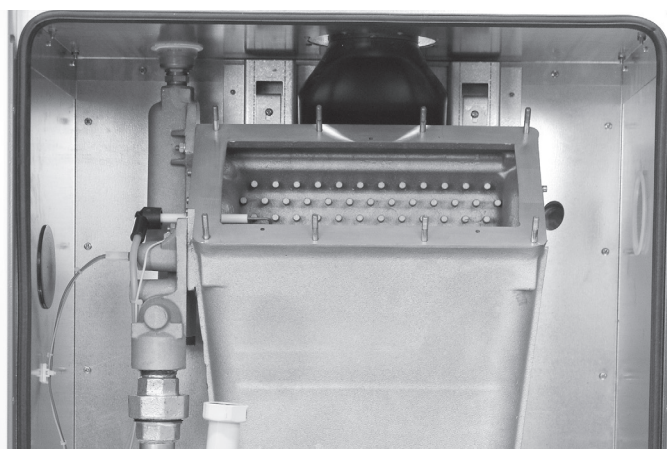

Рис. 6.4.2
- Удалите панель горелки и крылья горелки (рис. 6.4.2 на следующей стр.)